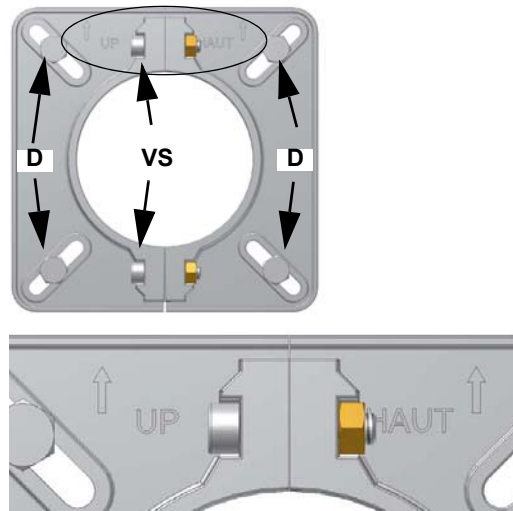

Рис. 4
- 4 согласно ссылки, данной на Рис. 4, закрепить фланец к шпилькам котла с помощью гаек **D**, не затягивая их полностью;